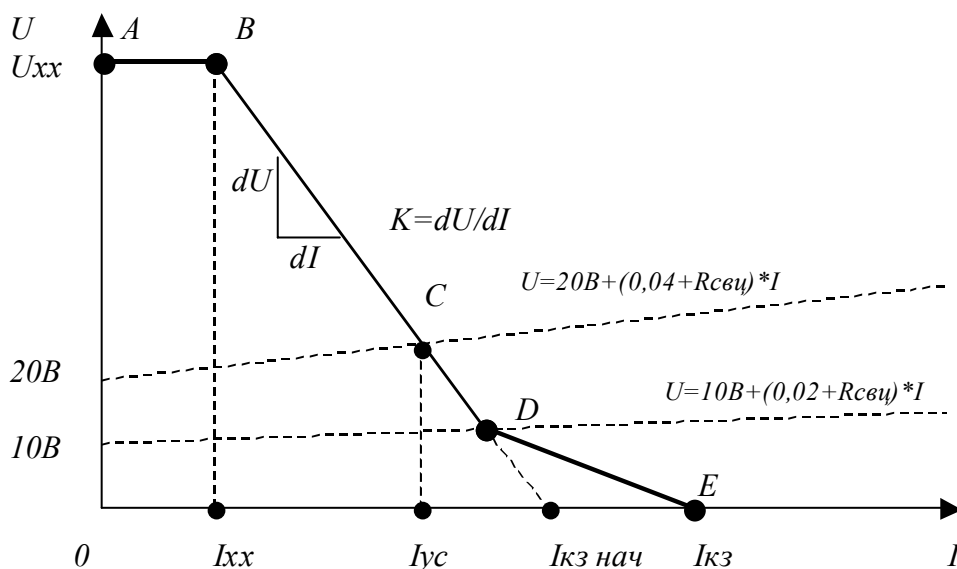

Рис. 9. Выходная характеристика при ручной сварке штучными электродами с основным покрытием.
- Безопасный режим: напряжение холостого хода в отсутствии сварки снижается до ниже 12 В через 0,3 сек. по окончанию процесса. Время может быть установлено от 0,2 до 12,5 сек с помощью дополнительного параметра № 45 (см. п/п Рис. 9).